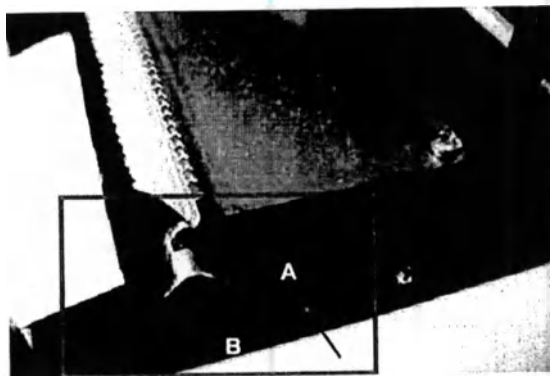

Рисунок 21. Рычаг
5. Поднимите печатающую головку, взявшись за рычаг сбоку (рисунок 21-А). Вставьте конец бумаги в направляющую, точно выровняв его с помощью ножниц и соблюдая направление вращения рулона.
7. Подавайте бумагу вручную, пока она не начнет двигаться автоматически. Можно заправлять бумагу вращением ручки, обозначенной буквой (рисунок 21-В).